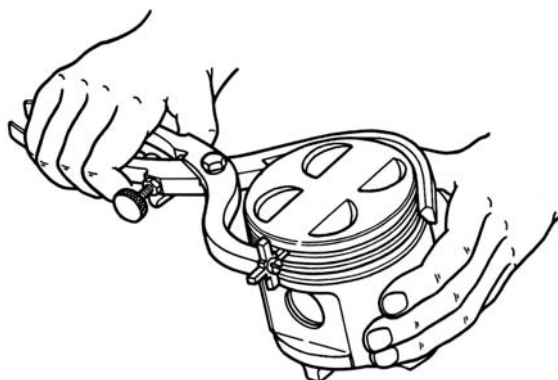

Рис. 3.2.52. Очистка нагара в канавках поршней с помощью приспособления
- очистить днища поршней и канавки для поршневых колец от нагара (рис. 3.2.52).